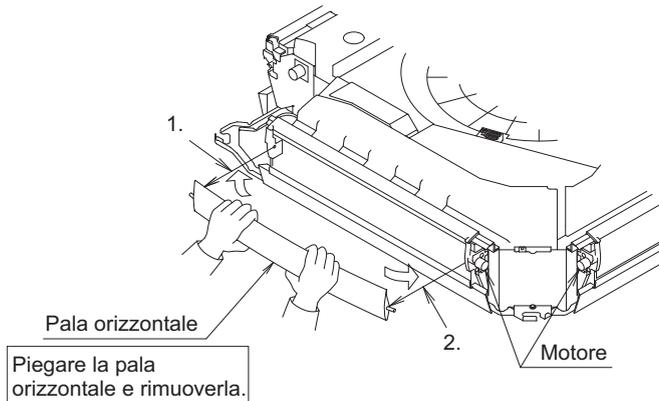
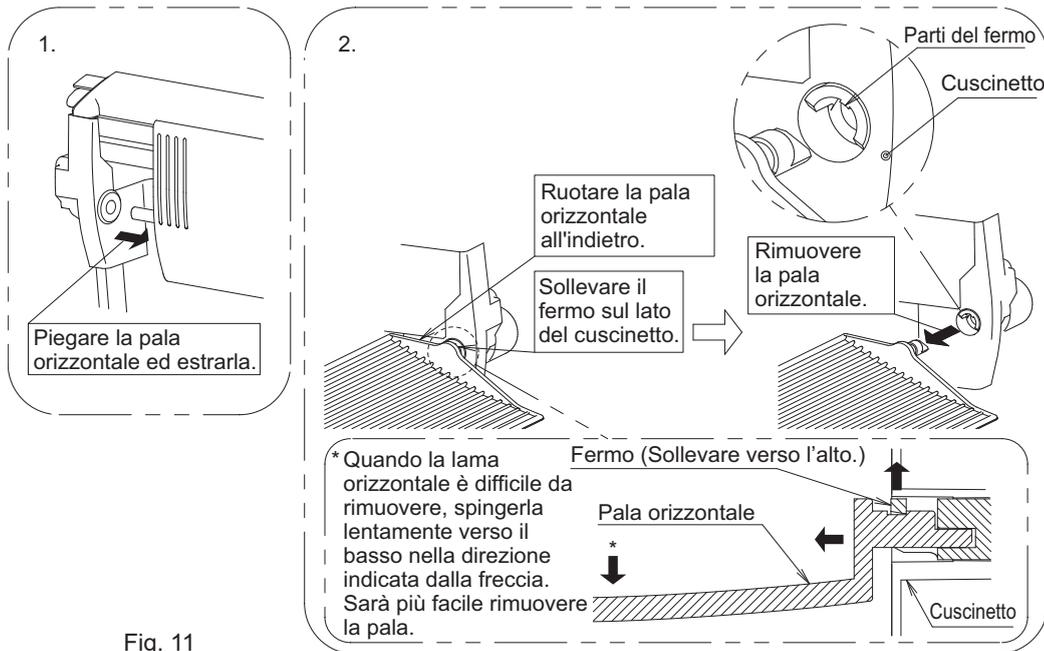

Fig. 10
Fig. 11
(1) Rimuovere la pala orizzontale dell'uscita dell'aria da bloccare. (Fare riferimento alla Fig. 10 e alla Fig. 11)